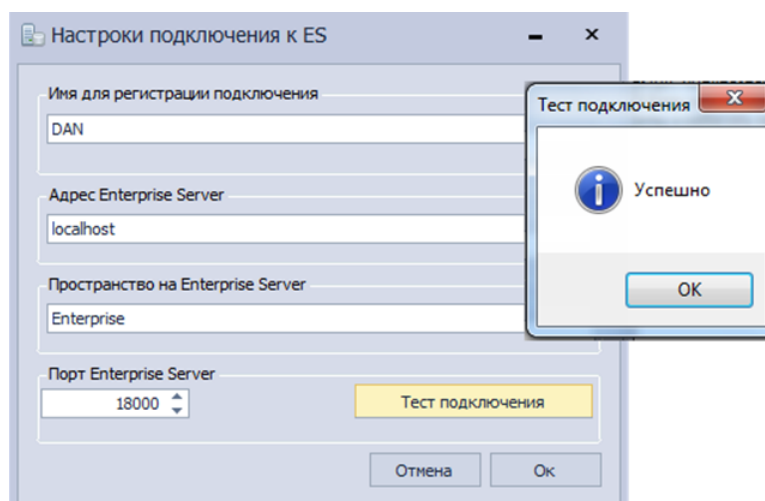

Рис. 19 Тест подключения к Серверу
- Выполните проверку подключения, нажав кнопку «Тест подключения», см. Рис. 19.